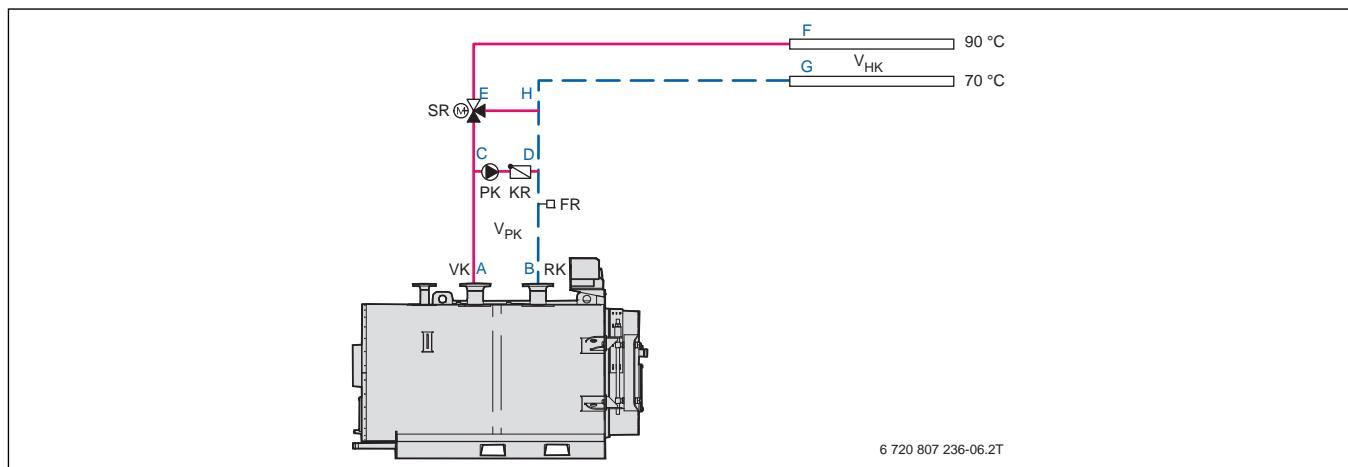

Рис. 27 Пример гидравлической обвязки системы с одним котлом Logano SK655 или SK755, в которой насос котлового контура установлен на байпасной линии
- местные сопротивления в котловом контуре (участок: A-C-D-B, → рис. 27)
- $\dot{V}_{PK} = 34400$  л/ч (участок: C–D, → рис. 27)
(участки: C–F, D–G и E–H, → рис. 27)
(участки: A–C и B–D, → рис. 27)